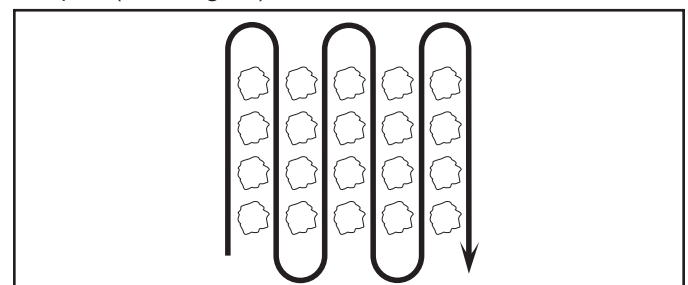

Fig. 10
- Cultivez le long des rangs à une vitesse qui permettra aux fraises de déraciner les mauvaises herbes et de laisser la terre à l'état brut pour que les mauvaises herbes n'y repoussent plus (Voir la fig. 10).